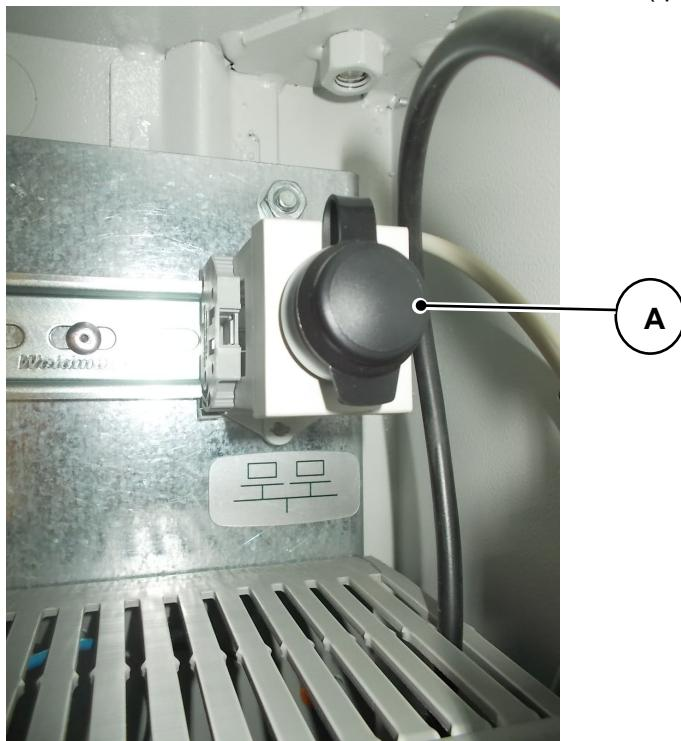

Fig. 06-03
- A. Entrada para a conexão do cabo de rede (dentro do gabinete) (Fig. 06-03)